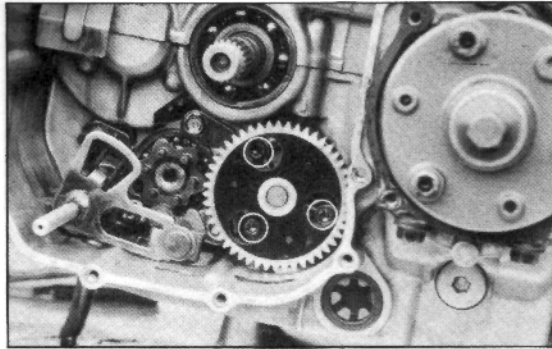
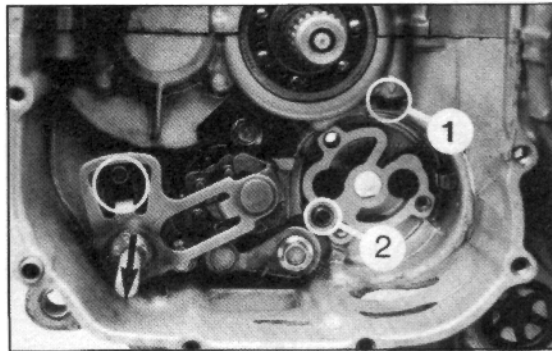

Bild 159
Bild 160
- Befestigungsschrauben der Ölpumpe bei entsprechender Stellung des Ölpumpenrads ausdrehen und Pumpengehäuse abnehmen. Siehe Bild 159. Auf Verbleib von Passhülse und Papierdichtung achten, siehe Bild 160.